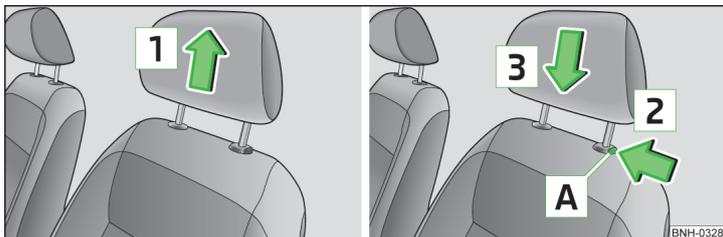

Fig. 49 Regolazione dell'altezza dei poggiatesta anteriori
- Spostare il poggiatesta **verso l'alto** in direzione della freccia **1** » fig. 49.